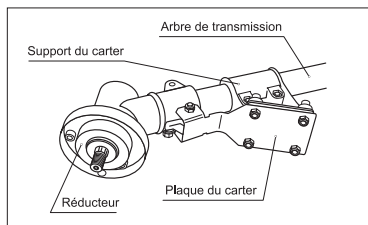

fig. 3
3. Installez le couvercle de protection sur la barre, en le plaçant entre le support et la plaque de montage, et fixez-le avec quatre vis (fig 3).